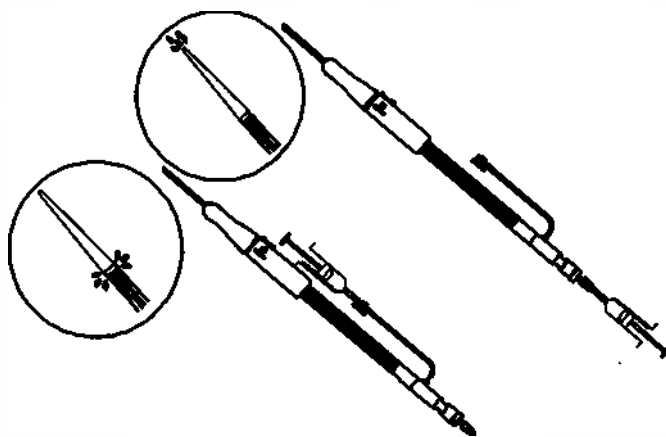

Рис. 3 Промывка внутренней трубки и внешнего интродьюсера
- ♦ Подсоедините шприц с гепаринизированным физиологическим раствором к разьему Люэра и гемостатическому и промойте каждый отдельно для удаления воздуха из внутренней трубки и внешнего интродьюсера. (рис.3)